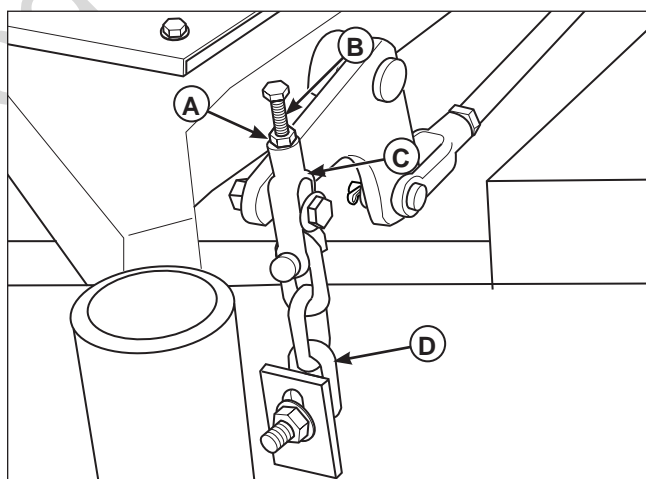

Figura 30. Ajuste de la horquilla de la barra elevadora
8. Suelte las de pernos y tuercas que sujetan la parte inferior de la cadena del soporte colgante (D, figura 30) a la plataforma de corte. Deslice las cadenas hacia abajo en las ranuras hasta que estén firmes y apriete las tuercas. Consulte la figura 30.
11. Suelte la contratuerca (A, figura 30) del perno del ajustador (B) en la horquilla del soporte colgante de la cadena (C). Gire el perno del ajustador hasta que se alcancen las medidas correctas. Asegúrese de que las cuatro cadenas del soporte colgante tengan tensión y luego vuelva a apretar la contratuerca contra la horquilla del soporte colgante de la cadena.